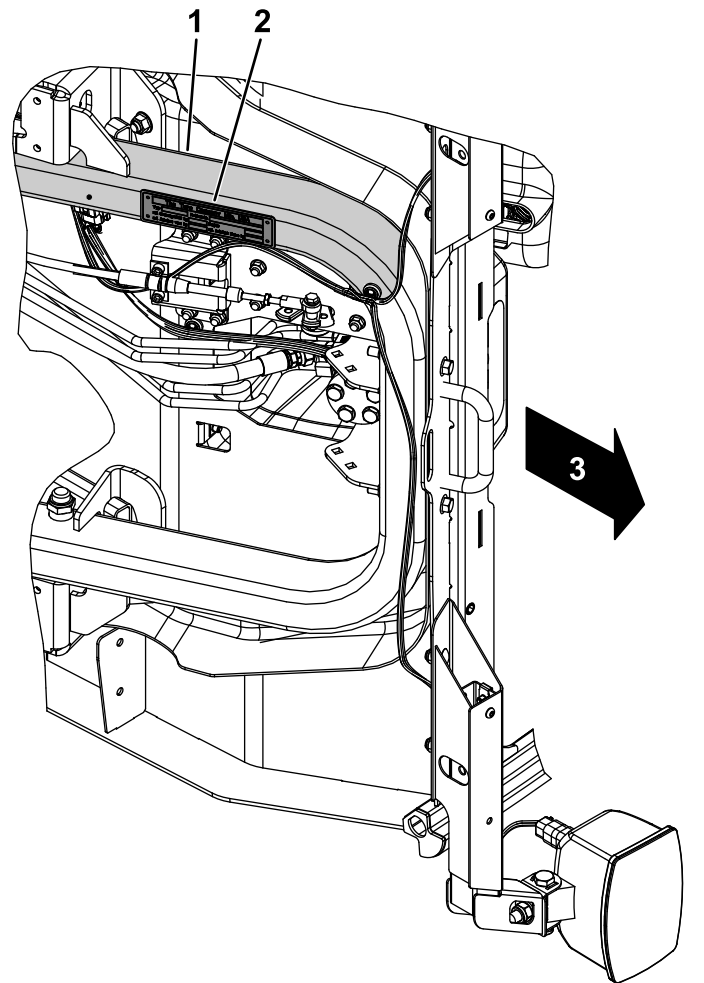

Figura 43
3. Passate il fondo del telaio e la targa del numero di serie con un panno all'alcol (Figura 43).